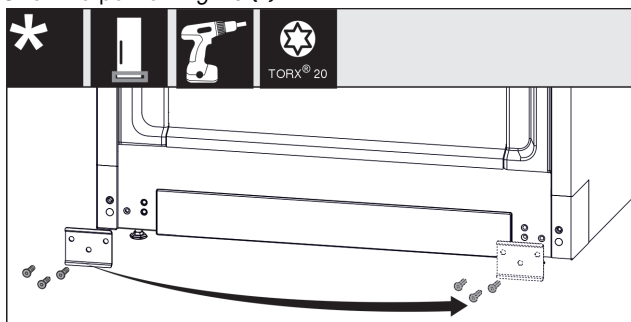

Fig. 14
- ▶ Odvijte ploščo Fig. 14 (1), jo prestavite na drugo stran in nato znova privijte.